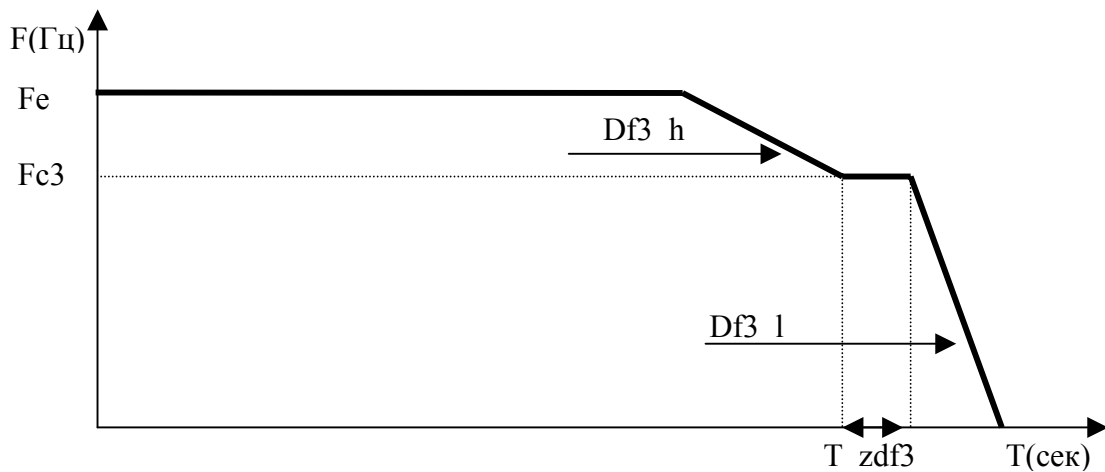

Рис. 9. Диаграмма работы БУАД-2 при подаче двух направлений вращения.
**Номер 8** – задание граничной частоты при уменьшении частоты  $Fc3$  (Гц, 0-200.0) при подаче двух направлений вращения ( $VxПН=VxОН=1$ ) (**рис. 9**).
Если подано одновременно два направления вращения ( $VxПН, VxОН = 1, 1$ ), выходная частота преобразователя также начинает уменьшаться (рис. 9).